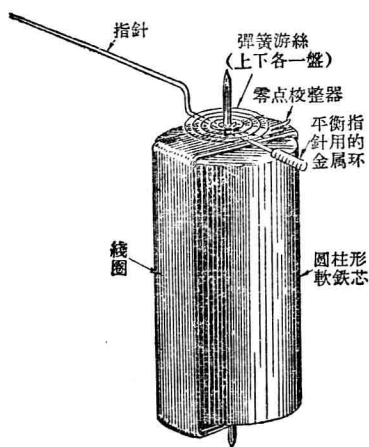

图 1-3 线圈、指針、游絲及零
(1) 綫圈上所用的綫是很細的,要是直接引出,很容易折断,有了两盘游絲,綫圈上的两个綫头便可就近分別接在两盘游絲的内端,然后再用較粗的导綫从游絲的外端引到表头的正負两个接綫柱上去。
(2) 上面一盘游絲的外端,連接着一片叉状的銅片,移动这片銅片时,可以改变綫圈和指針在靜止时的地位。如果指針在靜止时并不指在“0”端,可以調整这个銅片来校准,所以这銅片叫做“零点校整器”。我們在讲表头的性能时,曾提到过表盖中部的一个螺釘,那个螺釘的下部有一个突出的小針,当盖上表盖时,小針就嵌在銅片的叉里,因此我們能够在表盖外面校整指針的地位。图 1-3 就是綫圈、指針、游絲及零点校整器的装置情形。